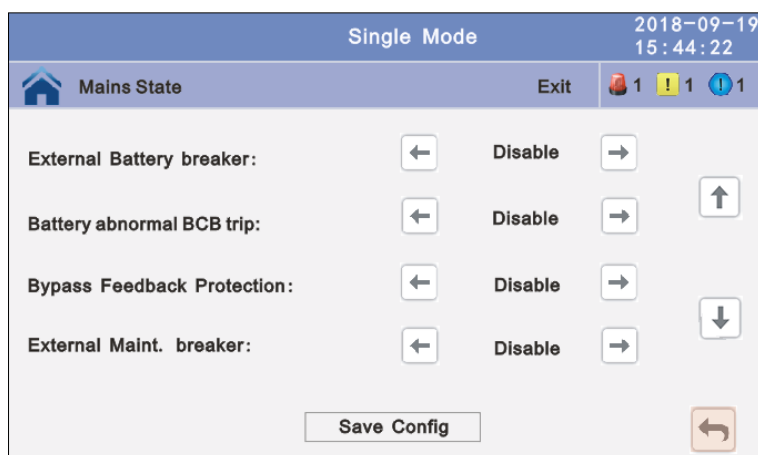

Fig. 4-36 Submenú Settings/Advanced Settings/Dry contacts
- Submenú de Ajuste Del Contacto Libres de Potencial (Fig. 4-36)